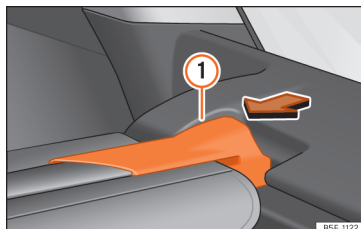

Abb. 140 Im Gepäckraum: Abdeckung ausbauen.
- Drücken Sie die Aufhängung der Abdeckung » Abb. 140 (1) in Pfeilrichtung.
- Lassen Sie die Aufhängung der Abdeckung » Abb. 140 (1) in der rechten Aufnahme einrasten.
- Prüfen, dass der Träger » Abb. 140 (1) eingerastet ist.